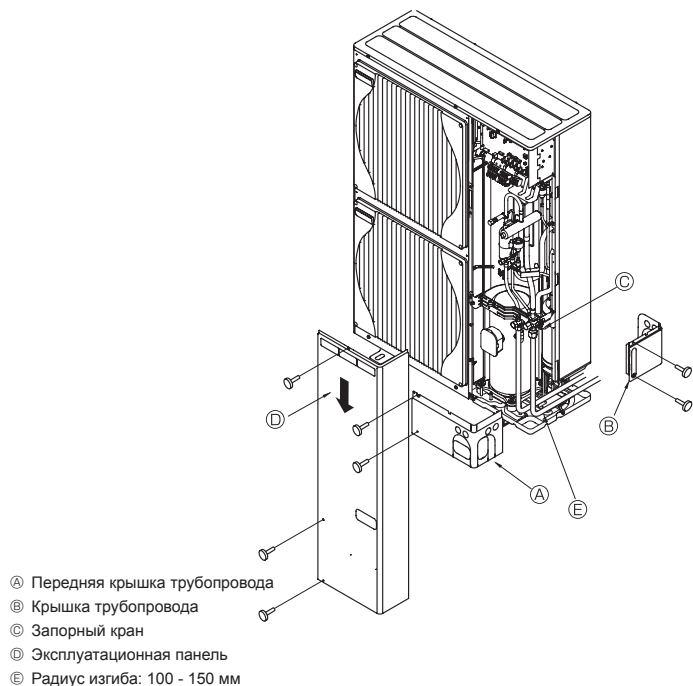

Fig. 5-8
5.6. Прокладка труб хладагента (Fig. 5-8)